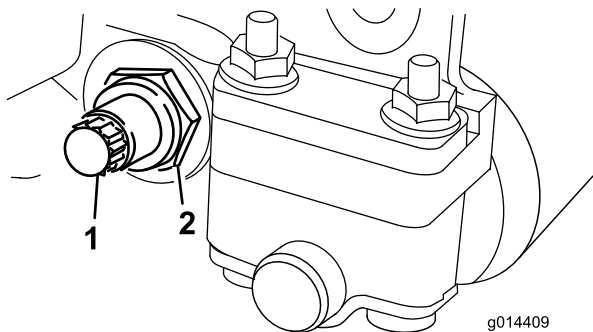

Bild 18
- Lösen Sie an jeder Seite der Maschine die Sicherungsmutter, mit der die Schraube des Untermesserträgers befestigt ist (Bild 18).
- Nehmen Sie jede Schraube des Untermesserträgers ab, damit der Untermesserträger nach unten gezogen und von der Schneideinheit entfernt werden kann (Bild 18).